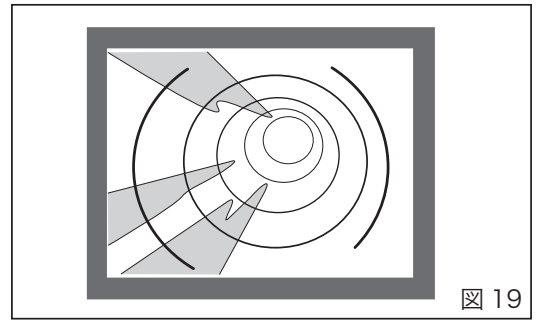

図 19
- ・モニタの画面を見ながらカメラヘッドを送っていき、内部を観察してください。(図 19)